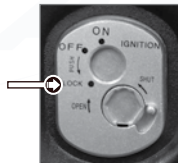

Imagen 29. Bloqueo de dirección.
3. Oprimir y girar la llave a la posición "LOCK". Ver imagen 29.